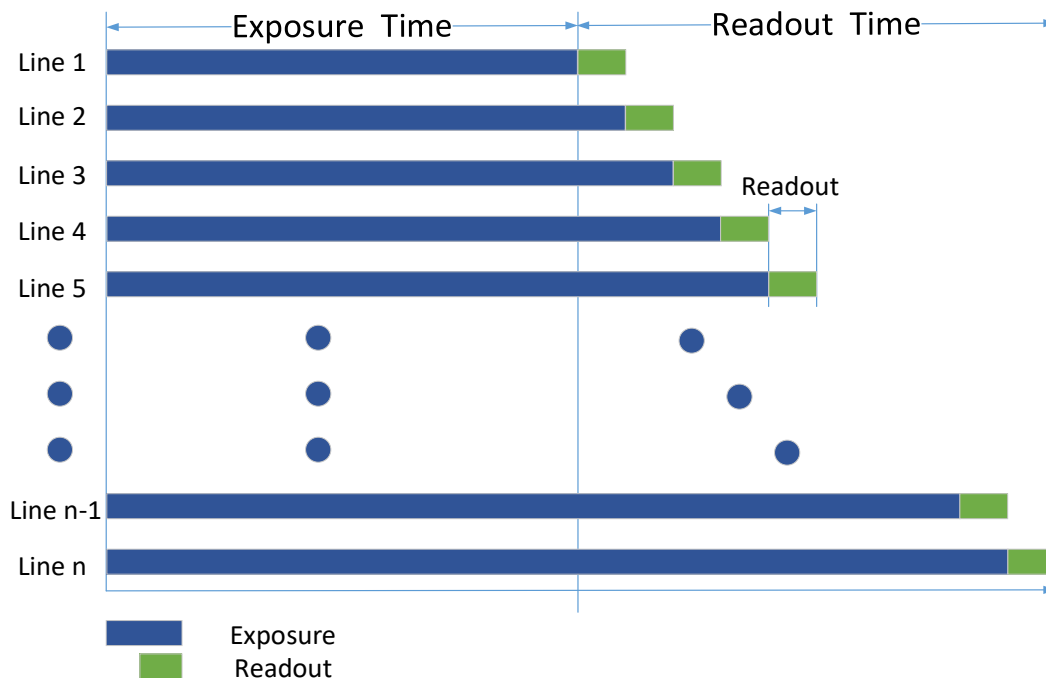

图9-3 Global Reset 工作原理
部分卷帘快门相机具有 Global Reset 功能。该功能通过将图像各行的曝光时间点拉到同一起始点，从而达到一键全局曝光的目的，如图9-3所示。
- 开启 *Global Reset* 功能后，因图像各行的曝光时间不同，可能会导致图像各行从上至下亮度不同。因此若开启此功能，建议在全暗环境下，配合工业光源一同使用。在图9-3所示的曝光时间内开启光源，其他时间关闭光源，使得图像各行在相同的曝光时间内获得同样的照明，以此来控制图像各行的亮度。